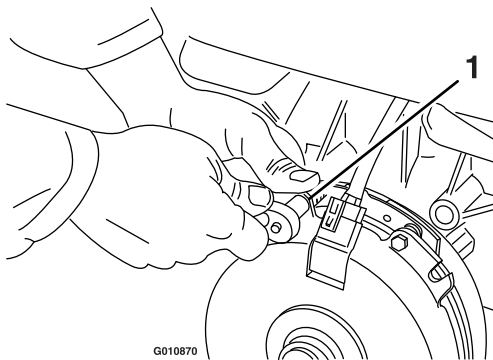

Figure 78
- A. Desserrez les boulons de fixation du frein de 1/2 tour à 1 tour, comme montré à la Figure 78.